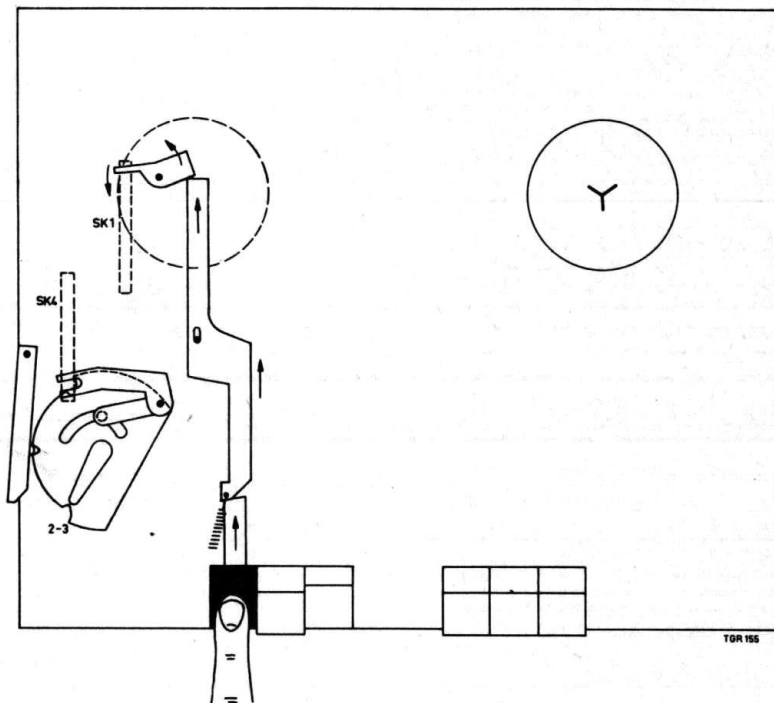

Fig. 11
De stand "opname" fig. 11
N.B. In de sleuf van schakelschijf 9 beweegt de bedieningsnok van beugel 1, zie fig. 11. Als de schakelschijf verdraaid wordt zal bedieningsbeugel 1 de schakelaar SK4 in de vereenste stand zetten. Schakelaar SK4 heeft drie standen te weten :